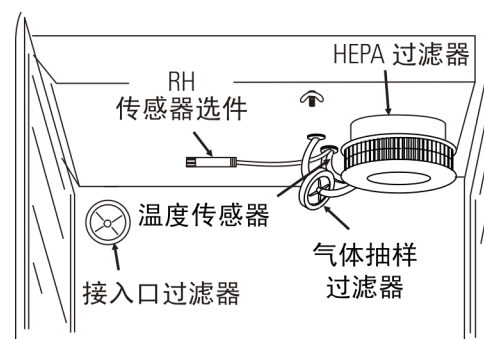

图 5-1. 传感器和过滤器的位置
2. 卸除搁板、接入口过滤器以及侧导气板。从风机滚轴的后方卸除温度传感器和气体抽样过滤器导管。如果设备装有 RH 传感器选件，则请从顶部导气板的夹子上取下它。请参阅图 5-1。